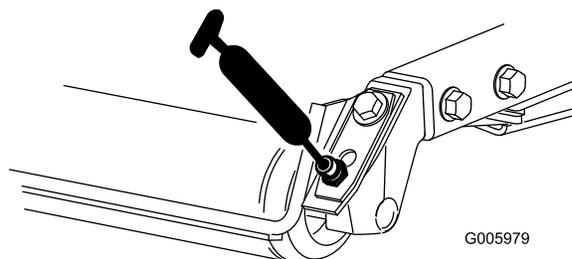

Figura 53
- Rolamentos do cilindro traseiro (2 por cada unidade de corte) (Figura 53)